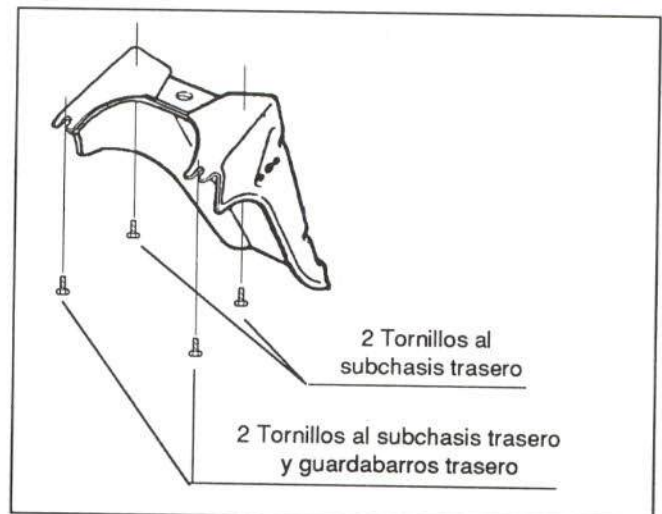

Figura 22.- Unión del portamatrículas
Va unida al subchasis trasero mediante cuatro tornillos (figura 22).
- Portamatrícula (figura 22)